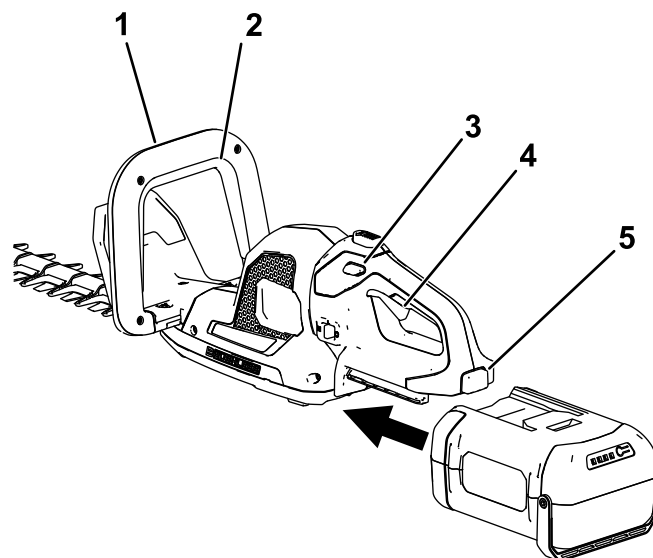

Figura 6
3. Allineate la cavità del pacco batteria con la linguetta nell'alloggiamento dell'impugnatura, afferrate l'impugnatura e spingete il pacco batteria nell'impugnatura fino a quando il fermo non si blocca in posizione (Figura 6).
4. Posizionate una mano sull'impugnatura della levetta. Posizionate l'altra mano sull'impugnatura ausiliaria (Figura 6).
5. Premete l'interruttore di bloccaggio e poi schiacciate l'interruttore della levetta mentre innestate l'interruttore dell'impugnatura ausiliaria per accendere il taglia siepi (Figura 6).
Il taglia siepi rimane acceso fino a quando l'interruttore dell'impugnatura ausiliaria è innestato e la levetta è schiacciata. Una volta che il taglia siepi è in funzione, potete lasciare andare l'interruttore di bloccaggio (Figura 6).
Per spegnere il taglia siepi, rilasciate la levetta o l'interruttore dell'impugnatura ausiliaria (Figura 6). Attendete almeno 5 secondi che la lama di taglio smetta di muoversi.